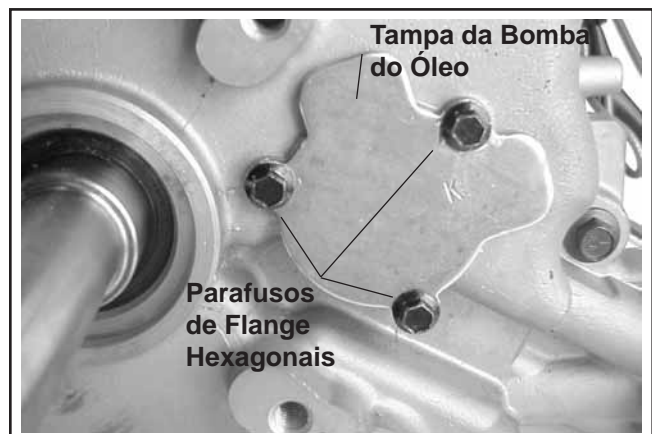

Figura 11-22. Instalar a Tampa da Bomba do Óleo.
3. Instale a tampa da bomba do óleo (lado maquinado na direcção do O-Ring). Fixe com três parafusos de flange hexagonais. Consulte a Figura 11-22.